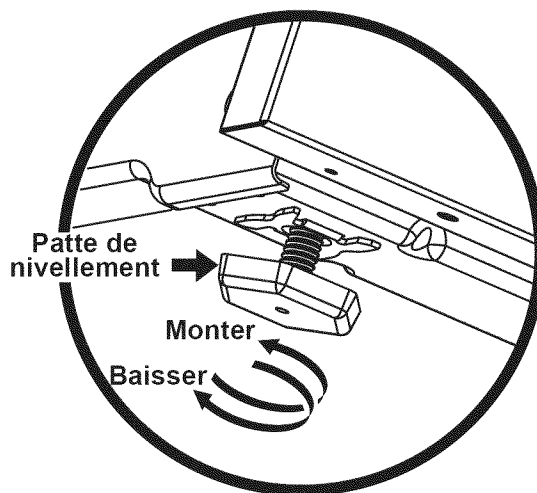

Figure 11
2. Déposez un niveau à bulle sur la grille (figure 15). Prenez 2 lectures en plaçant le niveau en diagonale dans une direction, puis dans l'autre direction. Si nécessaire, ajustez les 4 vis de nivellement avec une clé à molette (voir figure 11).